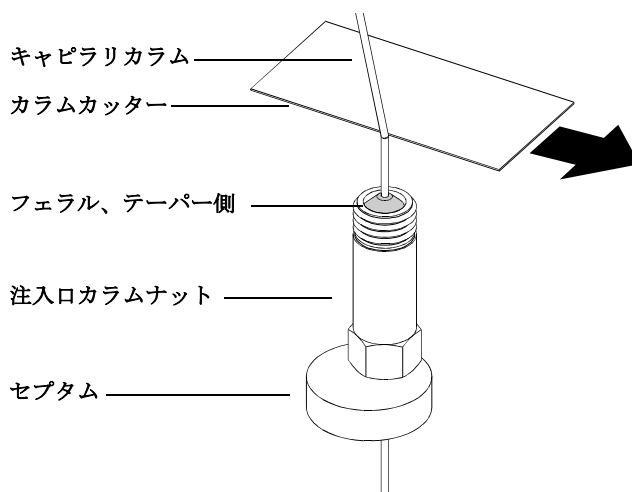

図2 キャピラリカラムの取り付け準備
- 2 清潔な手袋を着用して、セプタム、カラムナットおよびコンディショニングされたフェラルの順でカラムに通します (図 2)。フェラルのテーパー側を上に向けて通します。